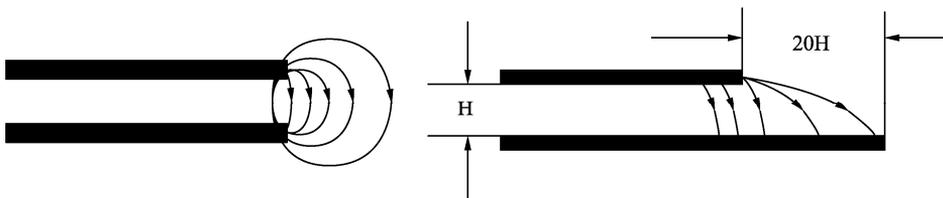

图 3-5 20H 原则示意图
**20H 原则:** 为了抑制边缘辐射效应, 电源层相对地层内缩 20H (H 为两个平面层的距离) 的距离, 即确保电源层的边缘要比 0V 平面边缘至少缩入相当于两个平面之间层间距离的 20 倍。在板的边缘会向外辐射电磁干扰, 将电源层内缩, 使得电场只在接地层的范围内传导, 有效地提高了 EMC。若内缩 20H 则可以将 70% 的电场限制在接地边沿内; 内缩 100H 则可以将 98% 的电场限制在接地边沿内, 如图 3-5 所示。